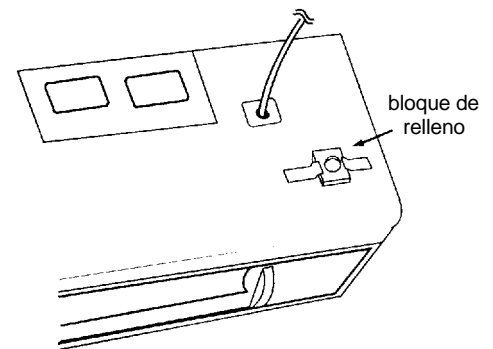

Figura 25
- Alinee los bloques de relleno sobre las dos aberturas en la parte superior del gabinete del horno de microondas y sujete el gabinete con cinta masking. Vea la figura 25.